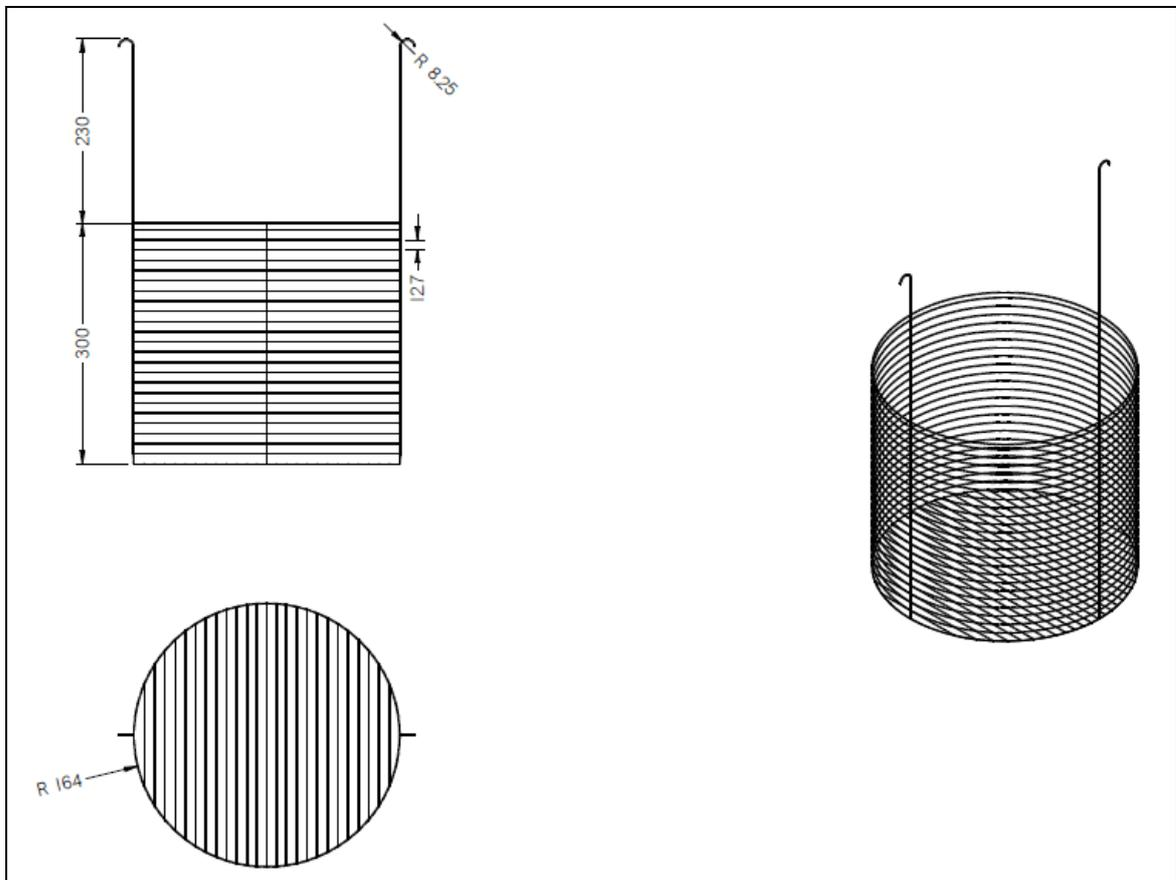

Figura 1 - Gaiola
- 5.5_ Gaiola de tela de arame ou chapa perfurada (Figura 1);